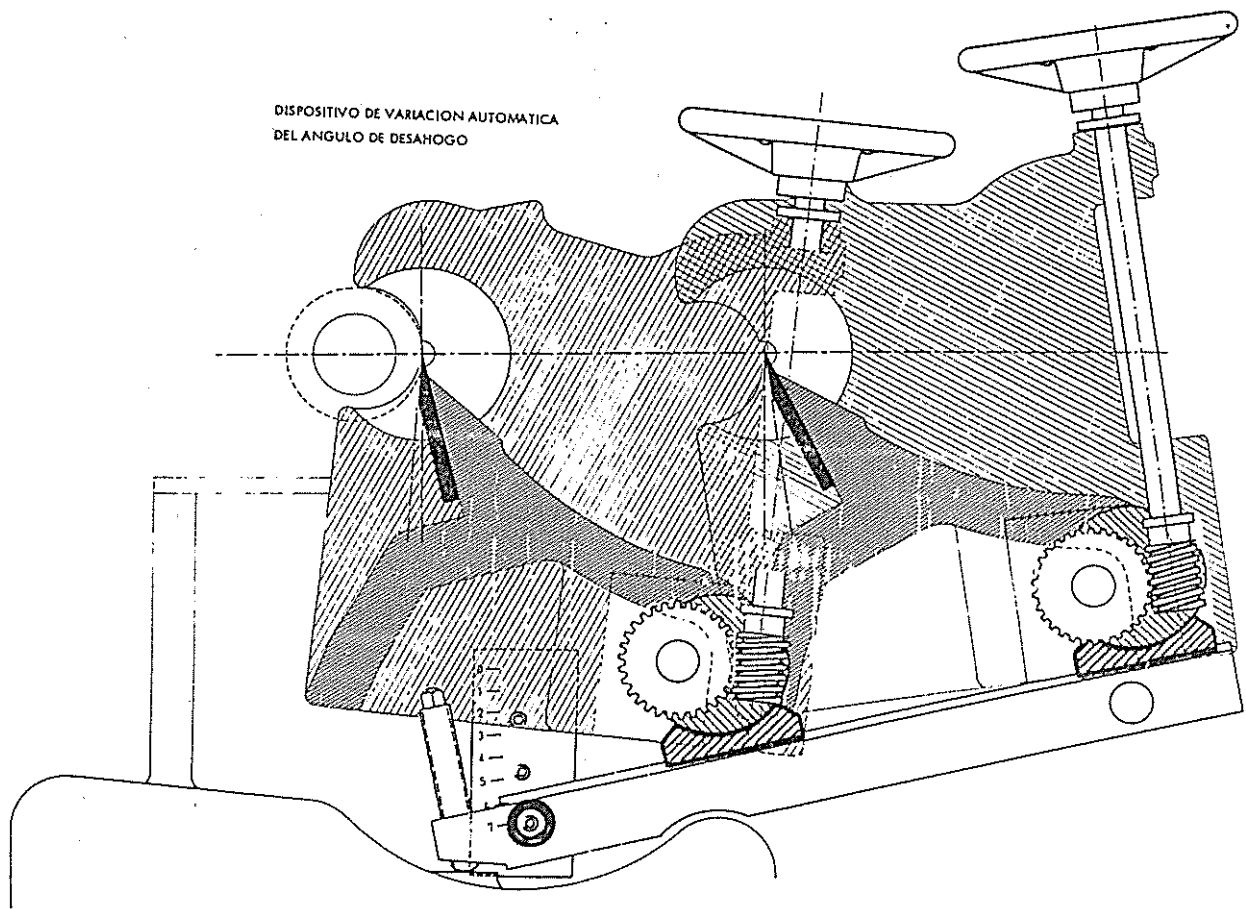

Figura 5
1) Algunas desenrolladoras poseen un dispositivo de variación automática de β consistente en una traslación horizontal del carro unida a una leve rotación del mismo alrededor del filo de la cuchilla (figura 5).